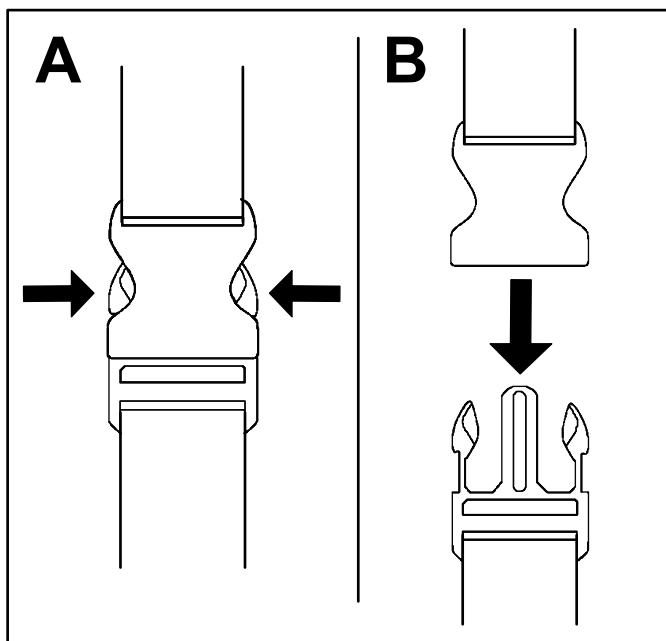

Figure 7
1. Appuyez de chaque côté de la boucle (A de Figure 7).
2. La boucle va se détacher toute seule (B de Figure 7).